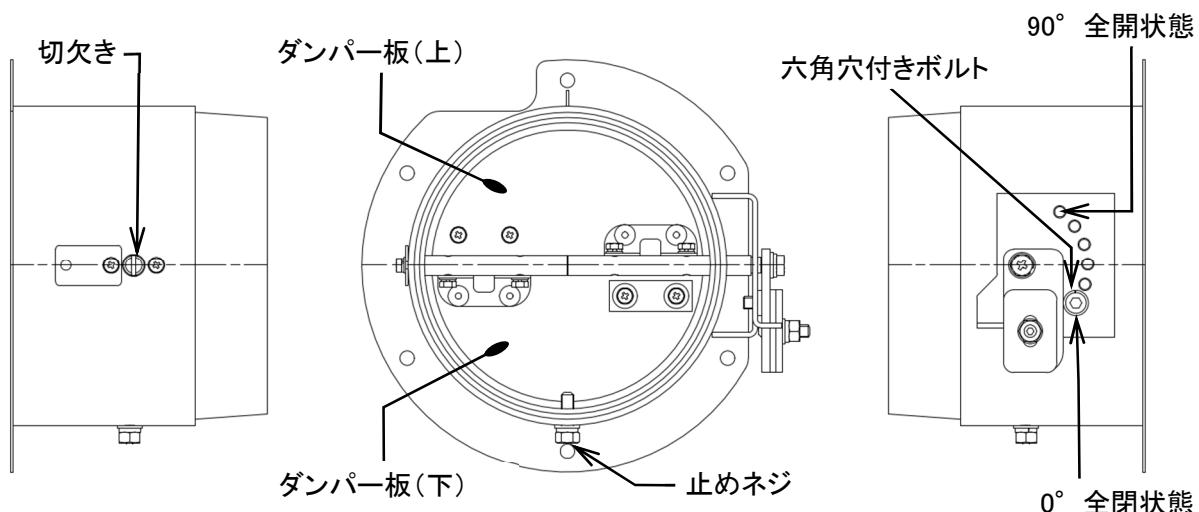

図 5-2
- ・ダンパー板(上)の調整角度(図 5-2)は、調整角度が 0° の時に全閉、 90° の時に全開になります。